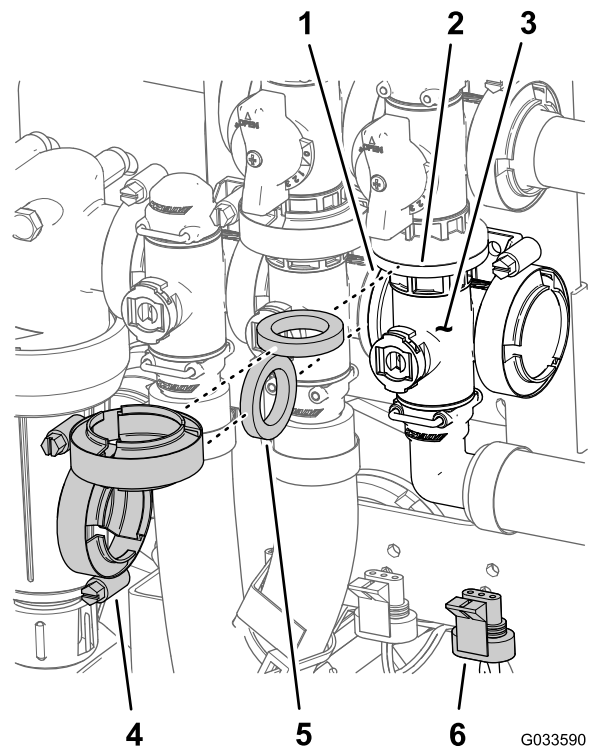

图 117
- 拆下将主喷洒臂阀歧管图 117 固定至主喷洒臂旁通阀、搅拌阀和 90° 凸缘弯头在流量计的软管末端的法兰夹具和垫片。